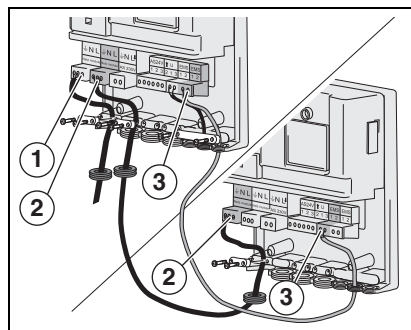

Fig. 4 Ligar dois módulos entre si, estabelecer ligação à rede
É possível ligar entre si vários módulos diferentes (por exemplo EM10 e VM10). Para poder ligar entre si dois ou mais módulos é possível shuntar sempre a ligação de rede (→ fig. 4, [2]) e a ligação EMS (→ fig. 4, [3]).
- ▶ Ligar o regulador de temperatura Logamatic RC à ligação EMS (→ fig. 4, [3]).
- ▶ Conecte a ligação de rede de 230 VAC (→ fig. 2, [1] e fig. 4, [1]).